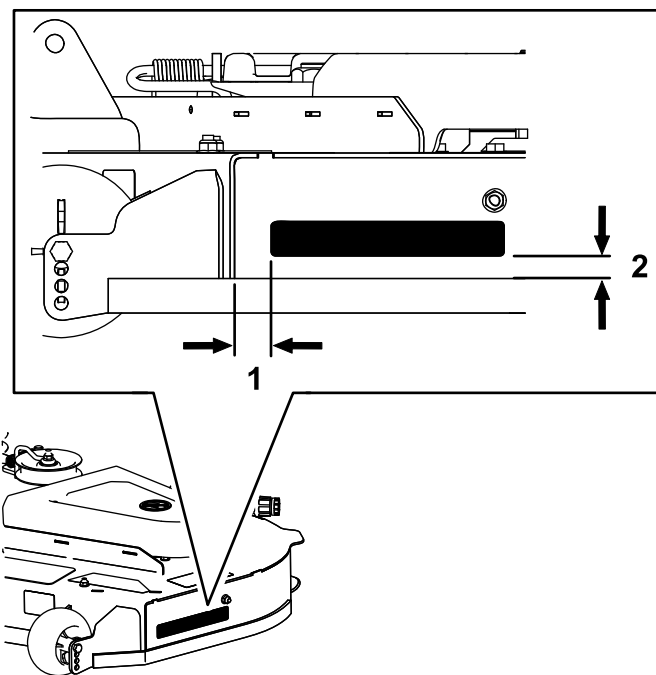

Figura 16
1. Montate l'adesivo sul piatto di taglio, nel punto indicato nella Figura 16.